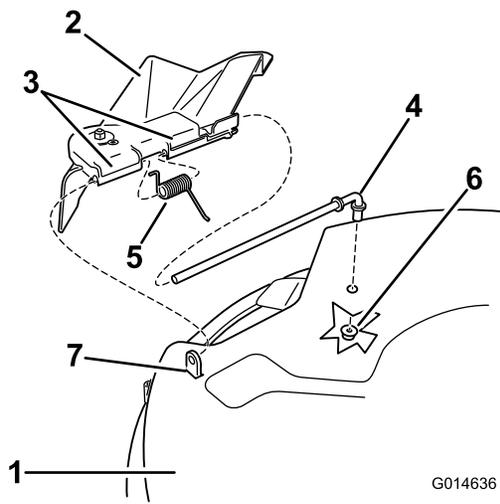

Figure 54
1. Repérez les éléments illustrés (Figure 54).
2. Retirez l'écrou (3/8 pouce) de la tige, sous le tablier de coupe (Figure 54).
3. Sortez la tige de la courte cheville de positionnement, du ressort et du déflecteur d'herbe (Figure 54).
5. Remettez en place le déflecteur d'herbe (Figure 54).
7. Placez le ressort sur la tige, les fils d'extrémité dirigés vers le bas, entre les supports du déflecteur d'herbe. Insérez la tige dans le deuxième support du déflecteur d'herbe (Figure 54).
9. Fixez l'extrémité arrière de la tige dans le tablier de coupe à l'aide d'un écrou (3/8 po), comme montré à la (Figure 54).